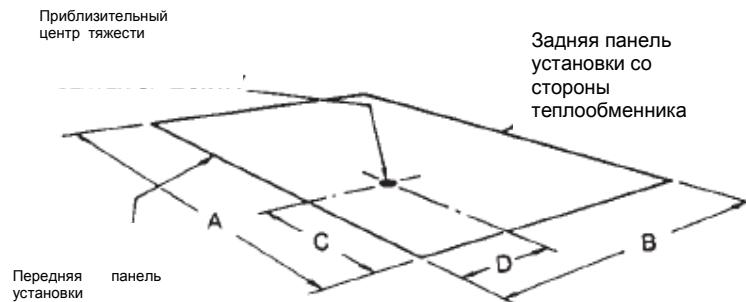

Рисунок 1 – Центр тяжести
Рекомендуется установить подпорки под плитой, которые будут лежать ниже уровня замерзания. Любая деформация на линиях замерзания может привести к утечке хладагента. Плита не должна вплотную подходить к зданию из-за шума и вибрации. Установка также может поддерживаться бетонными столбиками. Эти бетонные столбики должны (1) заходить за линию промерзания, (2) быть расположены под всеми четырьмя углами установки, и (3), быть требуемого размера, чтобы нести вес всей установки. См. Рис. 1 и 2 для определения центра тяжести и веса установки.